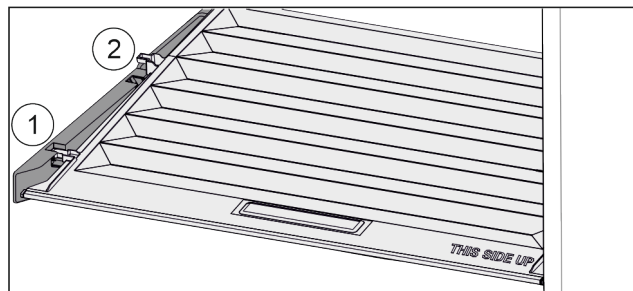

Fig. 108
- ▶ Poklopac do otvora u pridržnim dijelovima povucite prema naprijed Fig. 108 (1).
- ▶ Podignite ga odozdo sa stražnje strane i izvadite prema gore Fig. 108 (2).